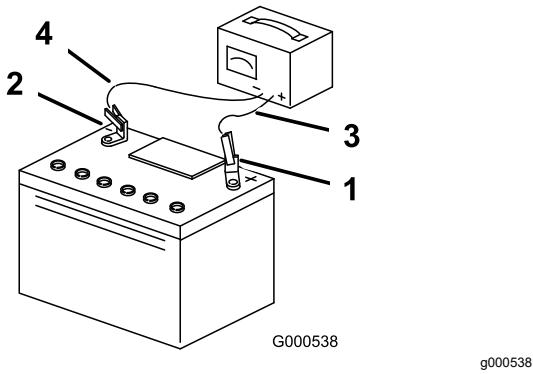

Figura 50
3. Atunci când bateria este complet încărcată, deconectați încărcătorul de la priza electrică, apoi deconectați cablurile încărcătorului de la clemetele bateriei (Figura 50).